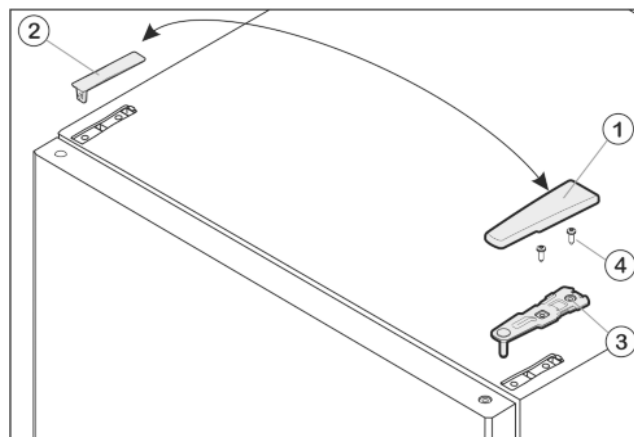

Fig. 8
- Потяните крышку Fig. 8 (1) вперед и вверх.
- Снимите крышку Fig. 8 (2).
- Открутите верхний опорный кронштейн Fig. 8 (3) (2 шт. Torx® 25) Fig. 8 (4) и вытяните вверх.
- ▶ Установите верхний опорный кронштейн Fig. 8 (3) на новой стороне шарнира и защелкните в дверце.
- ▶ Привинтите верхний опорный кронштейн **(с моментом 4 Нм)** (2 шт. Torx® 25) Fig. 8 (4). При необходимости проделайте отверстия или используйте аккумуляторную отвертку.
- ▶ Наденьте и защелкните крышку Fig. 8 (1) и крышку Fig. 8 (2) на противоположной стороне снаружи.